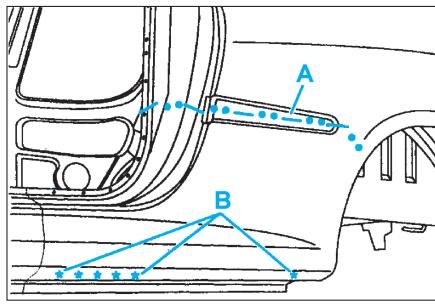

FIG. 86
- Tracer puis découper à l'aide d'une meule épaisseur 1 mm suivant (A) (coupe provisoire) (Fig.86).